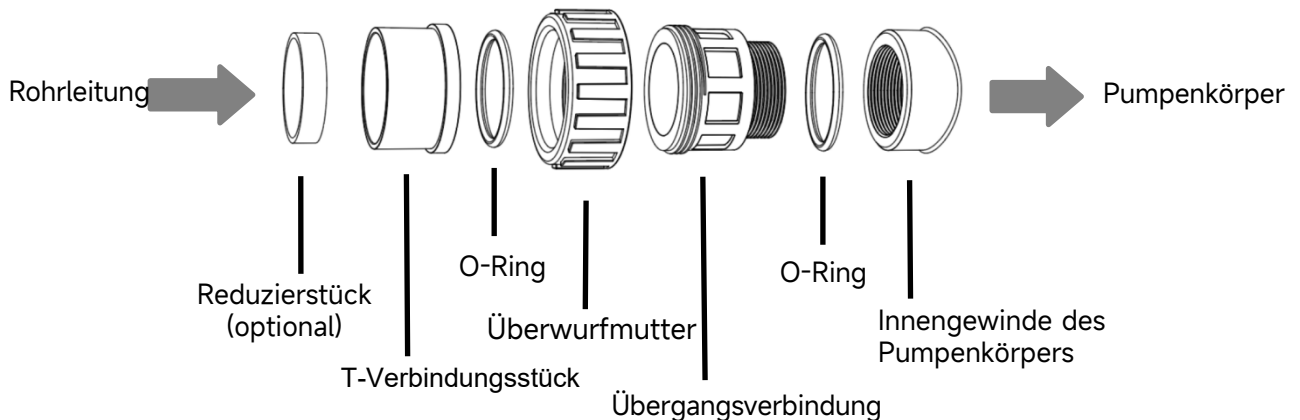

Abbildung 3 – Verbindungs-Kit
- 3) Verwenden Sie das vom Pumpenhersteller mitgelieferte Verbindungsset (siehe Abbildung 3). Verwenden Sie keine anderen Verbindungsstücke für den Pumpenein-/auslass, da diese nicht zusammenpassen und das Pumpengehäuse beschädigen könnten.